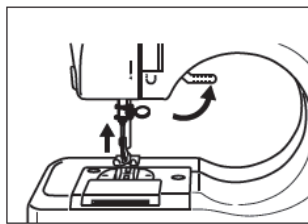

Fig.7
2. Heben Sie den Nähfußhebel an und legen Sie den zu nähenden Stoff unter den Nähfuß (Fig.7).